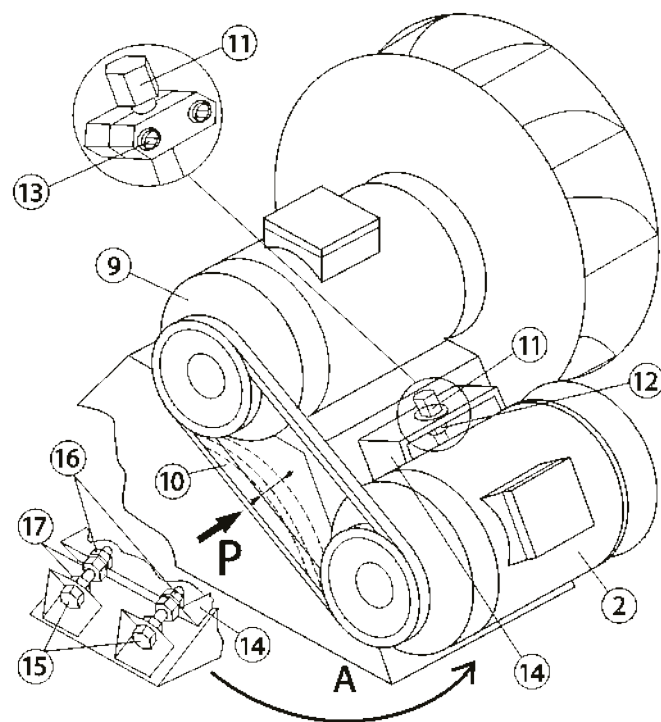

Рисунок 17. Комплект резервного двигателя вентилятора
По заказу производится монтаж комплекта резервного двигателя вентилятора (см. рисунок 17). Он состоит из аналогичного по характеристикам дополнительного двухфазного двигателя типа АИР (поз. 9), устанавливаемого на место основного двигателя [2], при этом основной двигатель переносится на салазки натяжителя для регулировки ременной передачи (10), связывающей их.